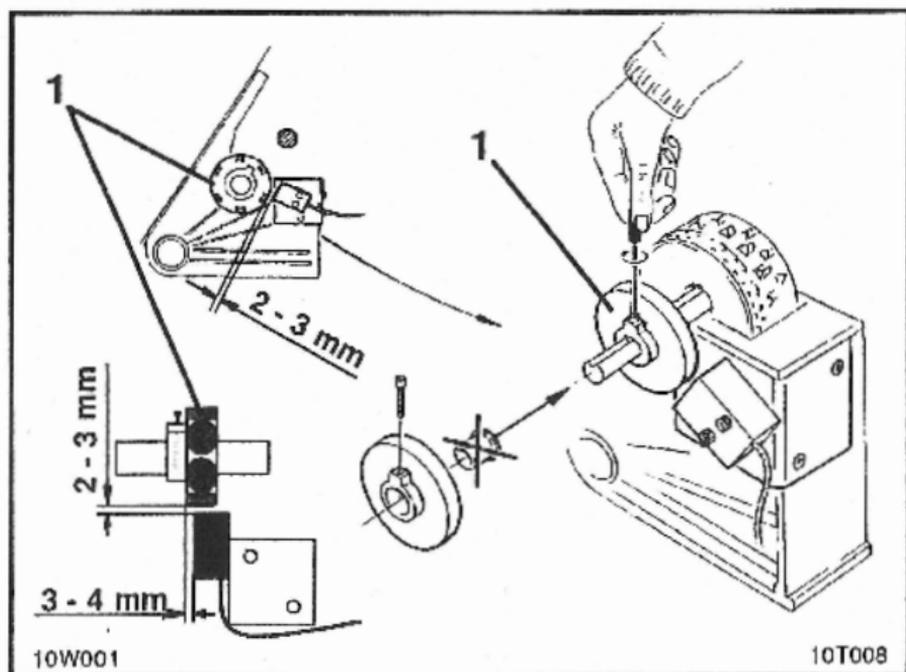

Fig. 10.2
- Fijar el soporte de los 6 imanes (fig. 10.2/1) en el eje de siembra.